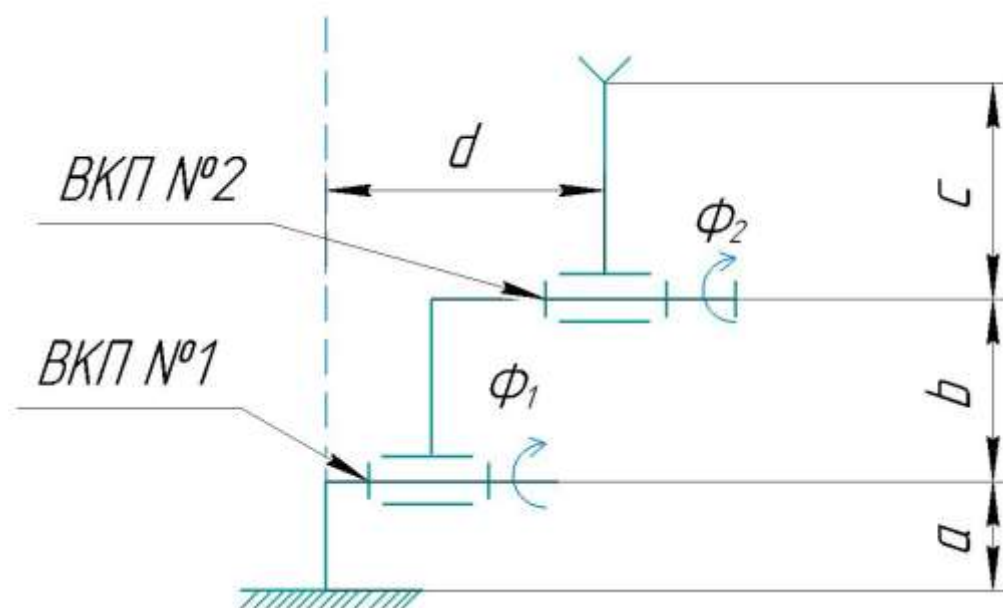

Рис. 2. Кинематическая схема манипулятора
9. Из конструктора собрали манипулятор по следующей кинематической схеме (рис. 2). Манипулятор установлен на краю стола, а любая его часть может заходить под стол.